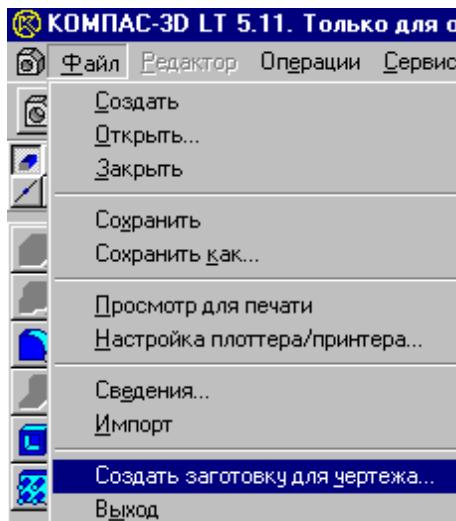

Рис. 2.
1. Для создания заготовки чертежа текущей детали вызовите из меню **Файл** команду **Создать заготовку для чертежа....** (рис. 2)